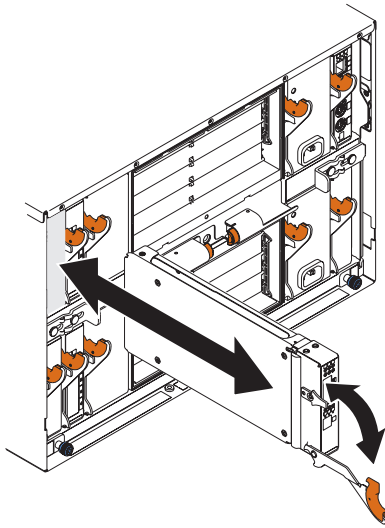

Abbildung 5. Entriegelungshebel des Fibre Channel-Switchmoduls
5. Ziehen Sie den Entriegelungshebel in die Richtung der Unterseite des Switchmoduls, wie in Abb. 5 auf Seite 21 dargestellt. Das Modul wird um etwa 6,5 mm aus der Position herausgeschoben.